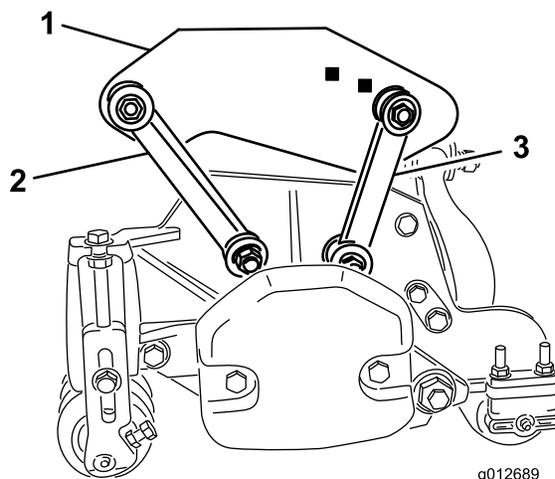

図 19
- 前取り付けリンクをキャリアフレームの穴に固定する。ボルト $\frac{3}{8} \times 2\frac{1}{4}$ " 1本、平ワッシャ2枚、ロックナット1個を使用して 図 19 のように取り付ける。取り付ける時にリンクの両側にワッシャを入れる。締め具を $42\text{N}\cdot\text{m}$ $8.3\text{kg}\cdot\text{m}$ = $31\text{ft}\cdot\text{lb}$ にトルク締めする。
- 後取り付けリンクを後部のキャリアフレームに固定する。ボルト $\frac{3}{8} \times 2\frac{1}{4}$ インチ1本、平ワッシャ2枚、ロックナット1個を使用して 図 19 のように取り付ける。取り付ける時にリンクの両側にワッシャを入れる。締め具を $42\text{N}\cdot\text{m}$ $8.3\text{kg}\cdot\text{m}$ = $31\text{ft}\cdot\text{lb}$ にトルク締めする。